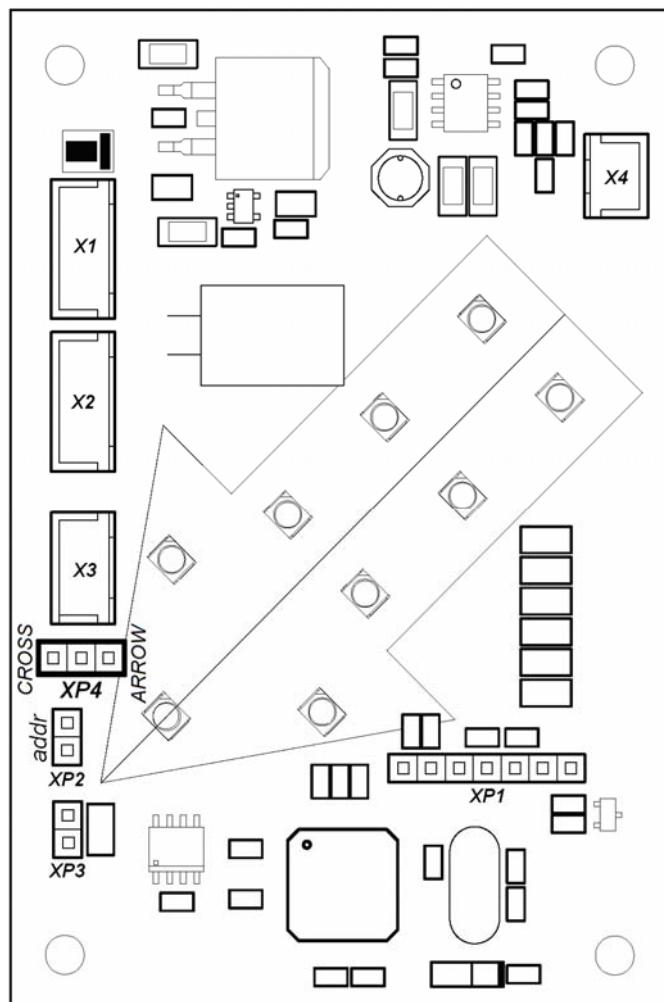

Рисунок 22. Внешний вид платы индикации прохода
Для доступа к блоку индикации крышки турникета (11) необходимо предварительно снять с секции крышку стеклянную (10) (разд. 8.8.7). В блоке индикации под рассеивающей пластиной находится плата индикации прохода (рис. 22).
Для демонтажа блока индикации (например, с целью установки считывателя) после снятия светорассеивающей пластины отсоедините на плате индикации прохода кабели от разъемов **X1**, **X2**, **X3** (см. рис. 22) и торцевым ключом S5 открутите четыре стойки, крепящие блок индикации к верхнему коробу.